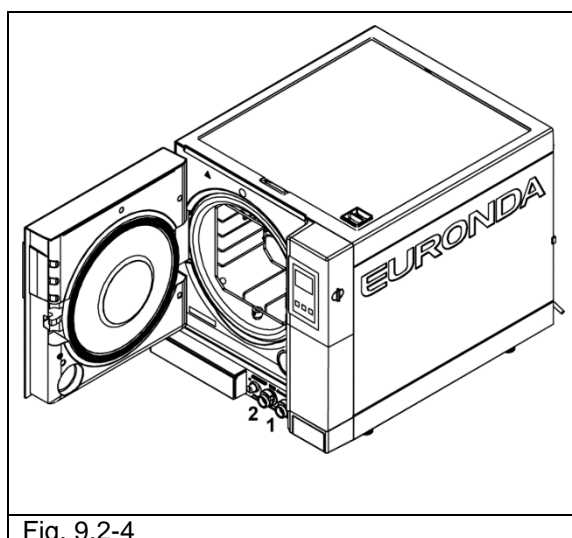

Fig. 9.2-4
1. Goliți rezervorul cu apă curată: introduceți un capăt al tubului din dotare la racordul frontal de jos (1 din Fig. 9.2-4), și celălalt capăt într-un recipient gol.
2. Descărcați rezervorul intern cu apă folosită: introduceți tubul transparent din dotare al aparatului la racordul frontal de jos (2 di Fig. 9.2-4), și celălalt capăt într-un recipient gol.